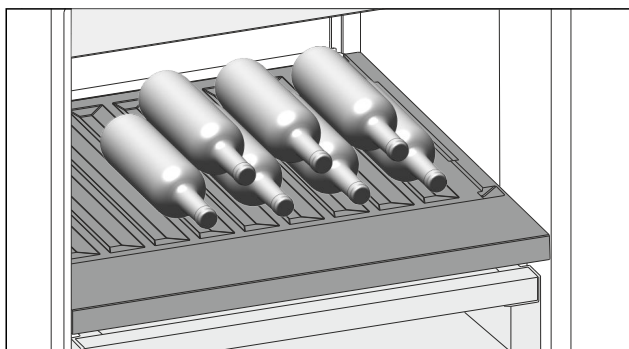

Fig. 117
- ▶ Láhve ukládejte dnem dozadu k zadní stěně. (viz Fig. 117)